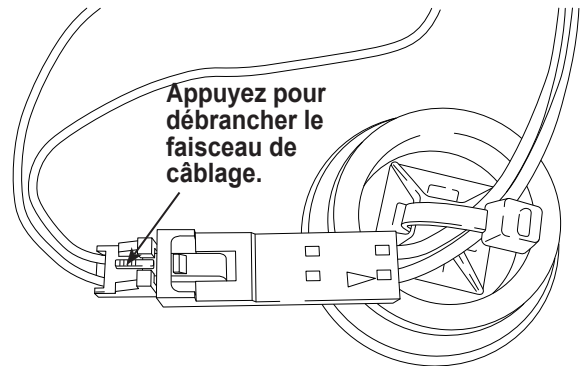

Figure 12
- Débranchez le faisceau de câblage au connecteur en appuyant sur l'ergot central. Séparez les connecteurs. Voir Figure 12.